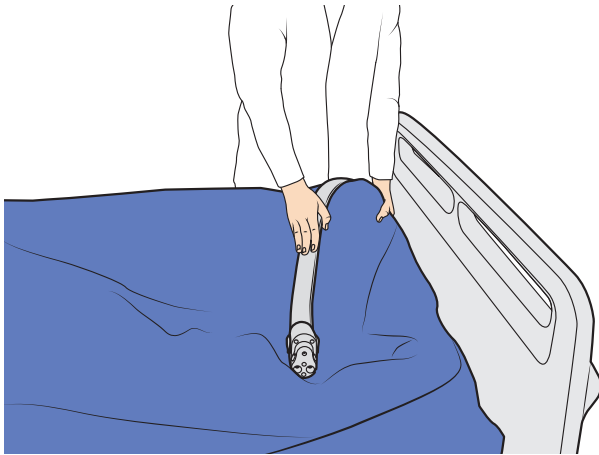

図 58
3. チューブセットを、足部先端と並列になるようにして Auralis マットレスの上に置きます。図 58 を参照してください。